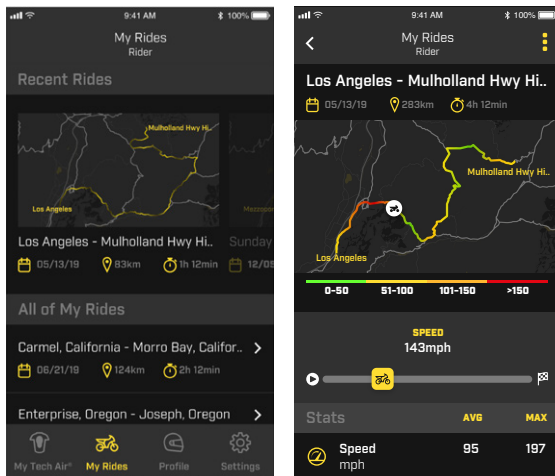

Figur 19
Under kørsel er "SYSTEM ON"-tilstand aktiv, og af sikkerhedsmæssige årsager kan brugeren derfor ikke få adgang til de fleste af appfunktionerne. Hvis brugeren har brug for at deaktivere systemet, f.eks. under en tung off-road kørsel, kan systemet slukkes ved hjælp af skydeikonet på appen (som vist i figur 19). For at genaktivere skal du åbne og lukke aktiveringslynlåsen (1). I tilfælde af udløsning viser appen den relevante status med ordlyden "SYSTEM DEPLOYED" (SYSTEM UDLØST) som vist i figur 19.